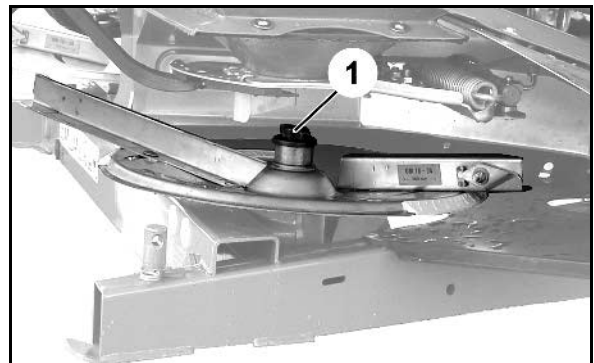

Рис. 66
1. Открутите барашковую гайку (Рис. 66/1).